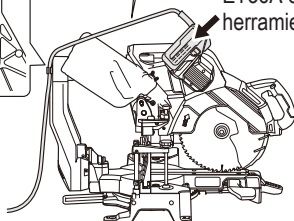

Fig. 58
- (4) Coloque el ET36A en la herramienta y asegure el cable con el gancho para que quede tenso. (Fig. 58)